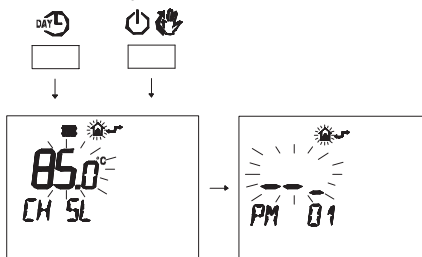

Рисунок 5.70
- Нажмите одновременно кнопки DAY и ON/OFF, чтобы войти в поле ввода настроек (Рисунок 5.70).